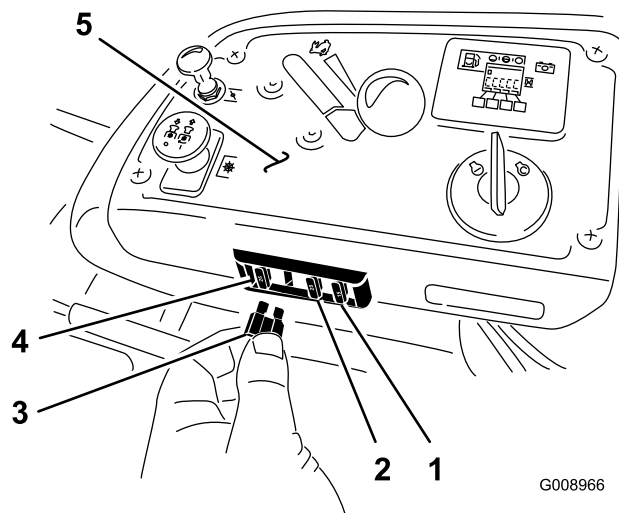

Figura 63
Los fusibles están situados en la consola de la derecha, junto al asiento (Figura 63).
2. Instale un fusible nuevo (Figura 63).